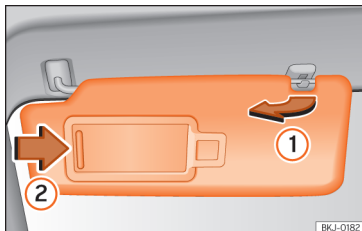

Abb. 148 Sonnenblende auf der Fahrerseite.
- Die Sonnenblende kann aus der Halterung herausgezogen und zur Tür »» Abb. 148 ① geschwenkt werden.